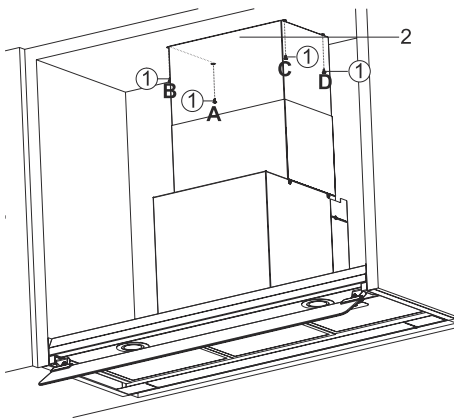

Fig. 16
6. ➔ Estrarre la canna fumaria interna attraverso la canna fumaria esterna. La canna fumaria interna ha 4 parti di montaggio su di essa. Piegarle queste parti interne verso l'esterno di 90° (Fig. 16).
7. ➔ Tirare la canna fumaria interna fino alla parte superiore della cabina (Fig. 16).
Utilizzando le 4 viti di connessione attraverso i punti di A, B, C, D si punta verso l'armadio della cucina (Fig. 16).